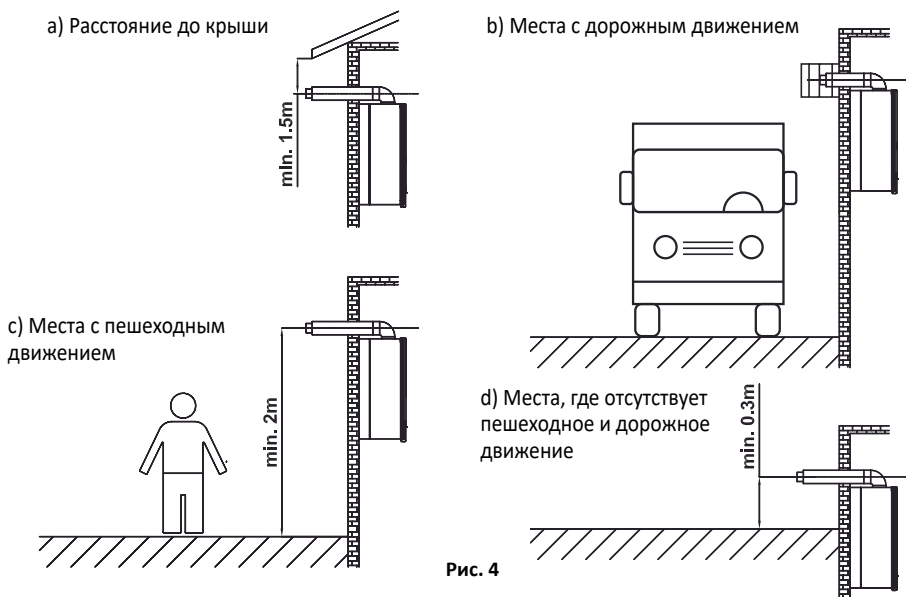

Рис. 4
- Расстояние сверху дымохода до свисающей кровли или деревянных покрытий должно составлять не менее 1.5 м. (Рис. 4а)
- В местах выхода дымохода с вероятностью механических ударов, выход дымохода должен быть защищён с помощью клетки из нержавеющей или оцинкованной стали. В местах с интенсивным дорожным движением необходимо обращать внимание на следующее (Рис. 4б)
- В местах с пешеходным движением, к примеру, на тротуарах, высота выхода дымохода должна составлять не менее 2 м. (Рис. 4с). В полуподвальных помещениях с выходом фасада на тротуар, с условием принятия соответствующих мер безопасности, эта высота может составлять не менее 1 м.
- В местах, где отсутствует пешеходное и дорожное движение, высота должна составлять не менее 0.3 м. (Рис. 4д)